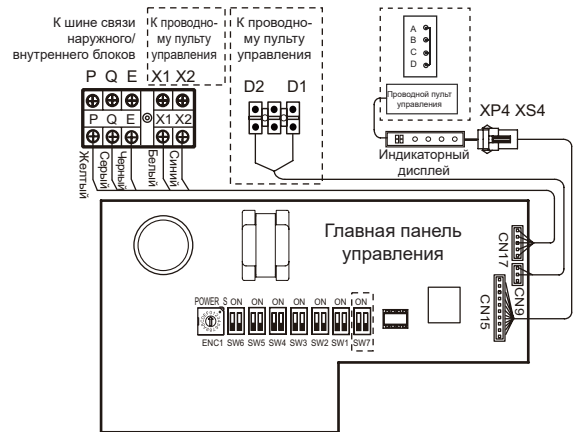

Рисунок 7.10
- Порты X1/ X2, D1/ D2, расположенные по бокам главной платы управления, и порт однонаправленной связи (расположенный сбоку платы дисплея) предназначены для различных типов проводных пультов управления (см. рисунок 7.10).